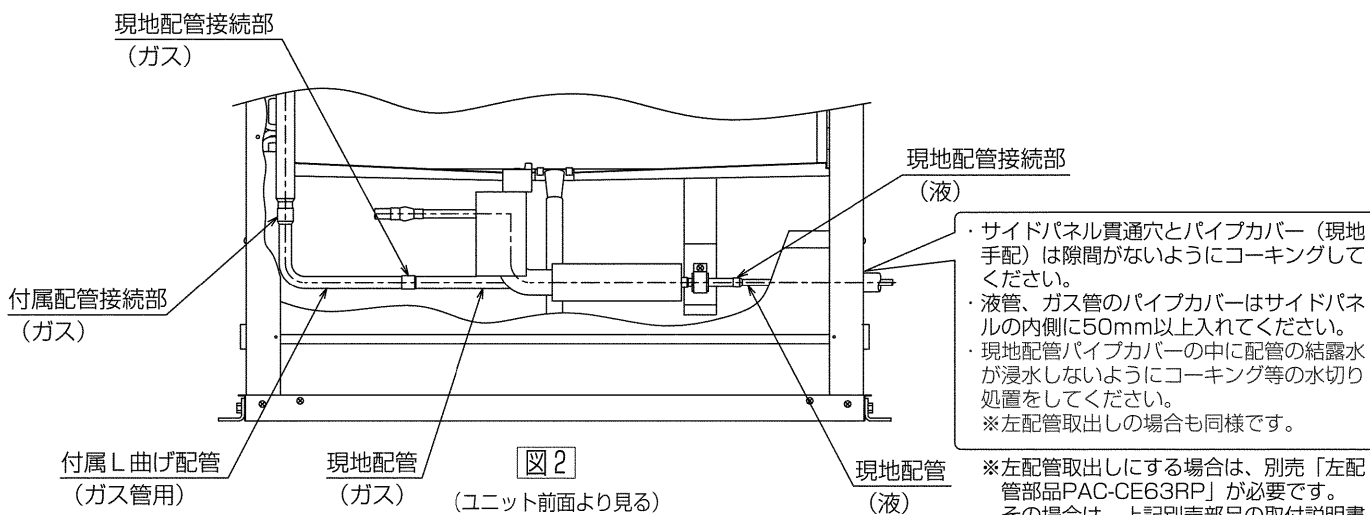

図2
(可変プーリーはV溝の隙間が可変するため平行度(芯出し)の調節は図2のように定規等を当てて左右の隙間が同じになるようにしてください。)
(図2) 可変プーリー使用時の平行度の調節
- (4) 図2に示すとおり付属配管、現地配管をロウ付接続してください。